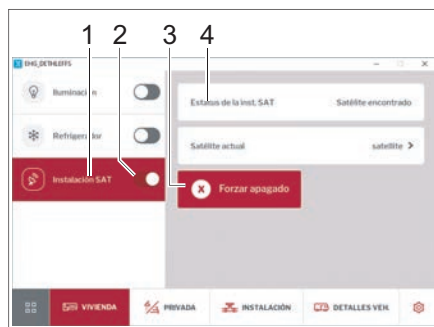

Fig. 258 Instalación de antena parabólica
- Encender o apagar la instalación de antena parabólica con el interruptor deslizante (Fig. 258,2).
- Tocar en la opción *Instalación SAT* (Fig. 258,1). El satélite seleccionado se muestra (Fig. 258,4).
- Tocar en la opción *Desconexión de emergencia* (Fig. 258,3) cuando el sistema se encuentre con una resistencia.